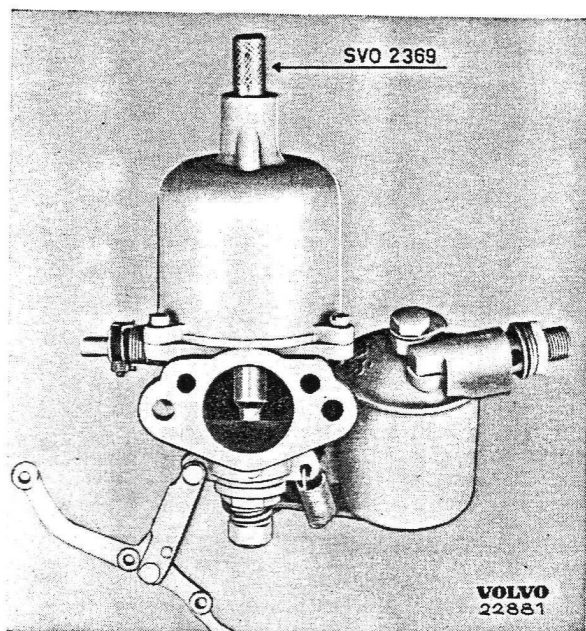

Bild 1-87. Zentrieren der Düse (SU)
3. Den Zentrierdorn SVO 2369 entspr. Bild 1-87 in den Vergaser hineindrücken. Das dünnere Ende des Dornes dringt dabei in die beiden Düsenhülsen und die Düse wird herausgedrückt.